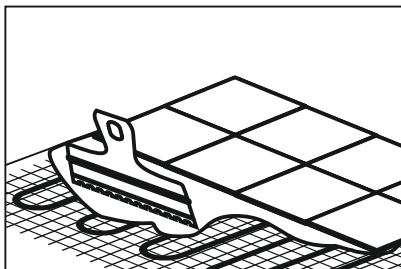

Рис. 7 – Проведения монтажа напольного покрытия
- Сделать монтаж напольного покрытия согласно инструкции производителя (рис.7). Раствор для монтажа или плиточный клей должен быть толщиной 5-8 мм. Не допускается образование пузырей и воздушных пустот. Все используемые компоненты и материалы должны выдерживать температуру до +80 °С.